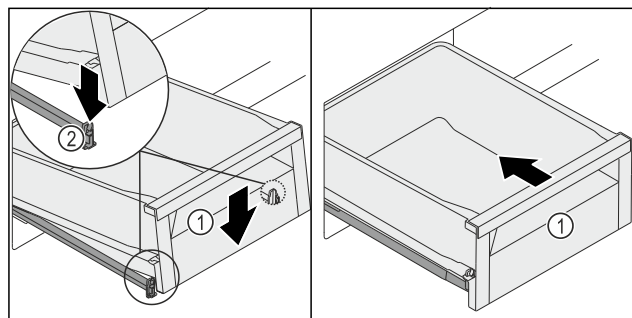

Fig. 130
- Szufladę Fig. 130 (1) opuścić z przodu tak, aby szuflada po stronie lewej i prawej wsunęła się w zacisk Fig. 130 (2).
- ▷ Szuflada Fig. 130 (1) zatrząskuje się słyszalnie.
- Wsunąć szufladę Fig. 130 (1).